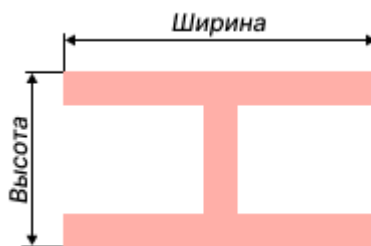

Рис. 172 Параметры апертуры
- Ширина – значение может быть задано в диапазоне 0,01 – 100 мм с шагом 0,1 мм, см. Рис. 172.